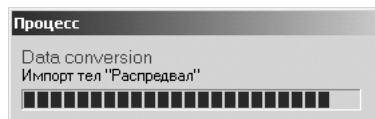

Рис. 2.7. Пример окна **Процесс** в момент показа конвертации данных
- щелкните дважды в открытой библиотеке **Универсальный механизм** (см. рис. 1.6) по пункту **Создать динамический объект**. Начнется процесс показа конвертации данных. Пример такого процесса показан на рис. 2.7.